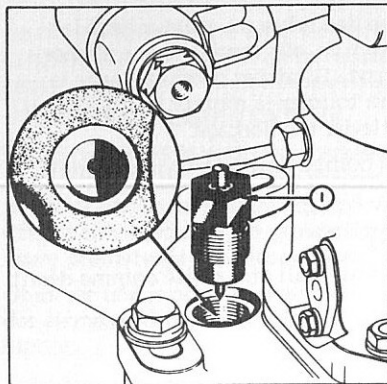

Fig. 29
2. Enlever le bouchon de visite adjacent à la pompe d'injection et faire tourner le moteur jusqu'à ce que les deux repères en creux semi-circulaires que l'on peut voir à travers l'ouverture de calage soient à peu près alignés. (Fig. 29).
3. Introduire l'outil spécial. (Fig. 29).